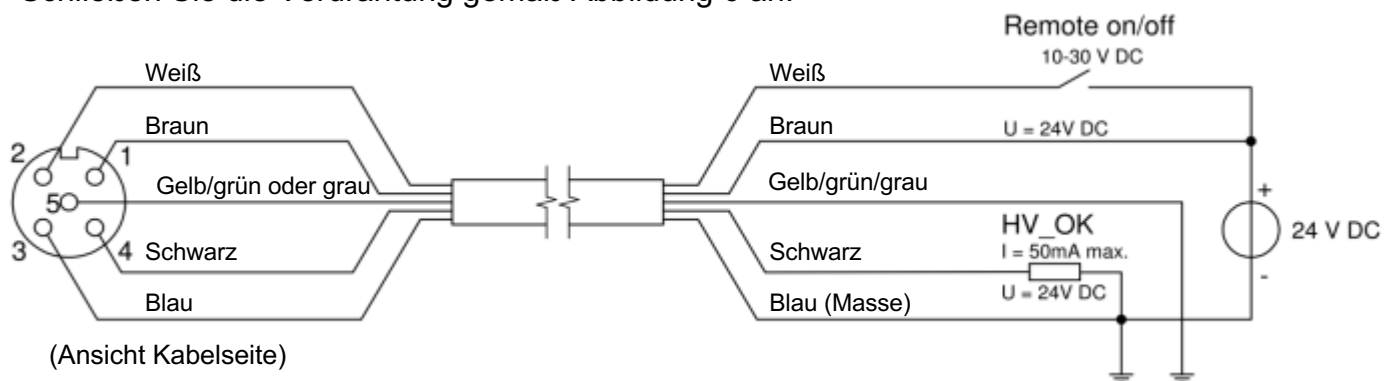

Abbildung 6: EasION-Verkabelung
- Schließen Sie die Verdrahtung gemäß Abbildung 6 an.